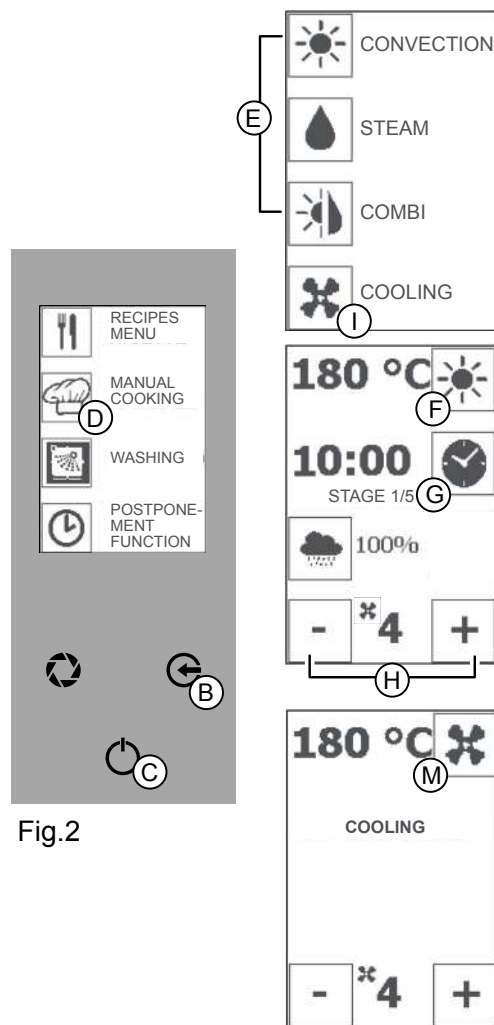

Fig.2
Das Symbol "MANUELLES GAREN" (Abb. 2/D) und die Art des gewünschten Garens (Abb. 2/E) drücken.
2. Die Symbole "MINUS" und "PLUS" (Abb. 2/H) drücken, um einen Wert zwischen 1 und 6 einzustellen.
Mehrmals die Taste "ESC" (Abb. 2/B) drücken, um die Funktion zu unterbrechen und zur Startseite zurückzugehen.
2. 3 Sekunden lang das Symbol "TEMPERATUR" drücken (Abb. 2/F).
Die "ENTER"-Taste (Abb. 2/C) drücken, um die Funktion zu starten,
Die "ENTER"-Taste (Abb. 2/C) und die Taste "ESC" drücken, um das Vorheizen anzuhalten und zur Startseite zurückzukehren.
Nach der Vorerwärmung erscheint der Schriftzug "REINLADEN" (Abb. 2 - Display 2). Die Tür öffnen und das Produkt hineinstellen. Nach der Eingabe, die Tür des Ofens schließen. Der eingestellte Garmodus wird gestartet.
Das Symbol "MANUELLES GAREN" (Abb. 2/D) und das Symbol "ABKÜHLEN" (Abb. 2/I) drücken.
Das Symbol "VENTILATION" (Abb. 2/M) drücken und mit den Symbolen "MINUS" und "PLUS" (Abb. 2/H) die gewünschte Temperatur bis zu einem Minimum von 40° einstellen. Die "ENTER"-Taste (Abb. 2/C) drücken, um die Funktion zu starten.
Auf dem Display öffnet sich die entsprechende Seite (Abb. 2/L)
Mehrmals die Taste "ESC" (Abb. 2/B) drücken, um zur Startseite zurückzugehen.